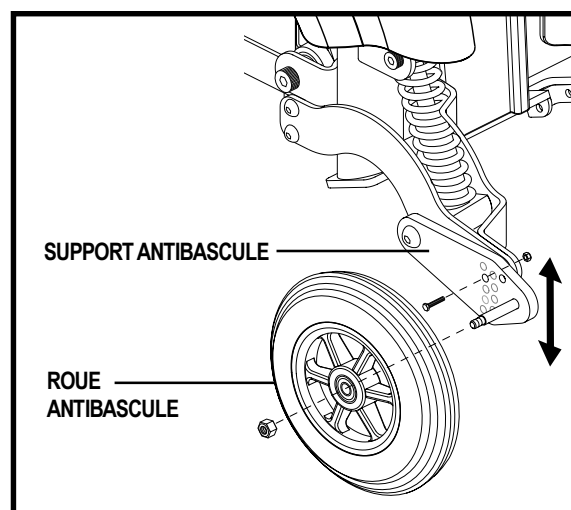

Figure 28. Module antibascul
1. Retirez les roues antibascul. Voir la figure 28.
2. Retirez les boulons et écrous du support de roue antibascul. Voir la figure 28.